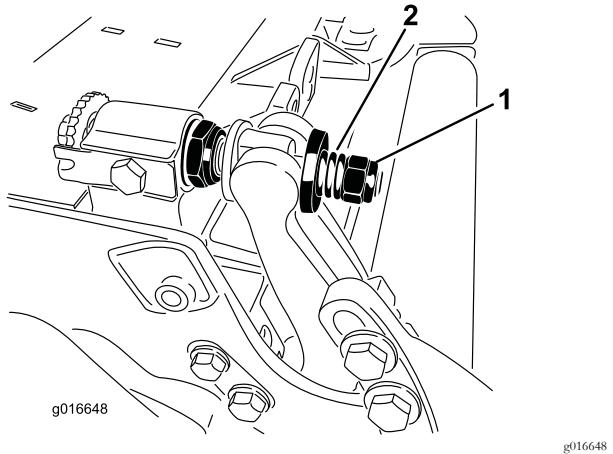

Figura 32
5. Apriete la tuerca de tensado del muelle hasta que el muelle esté comprimido del todo, luego aflojela $\frac{1}{2}$ vuelta (Figura 32).
11. Apriete la tuerca de cada ajustador de la barra de asiento hasta que el muelle de compresión esté comprimido del todo, luego afloje la tuerca 1/2 vuelta (Figura 32).